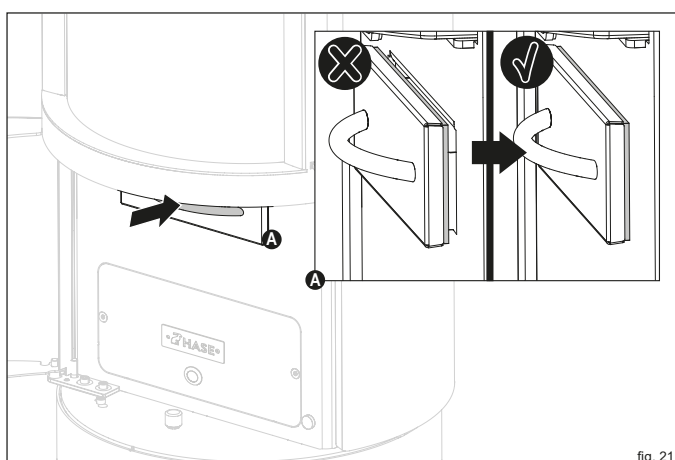

fig. 21
Durante l'inserimento assicurarsi che il cassetto di raccolta della cenere collida con la guarnizione (fig. 21). Si eviterà in tal modo di interferire con il processo di combustione a causa di un'alimentazione scorretta dell'aria. Per rimuovere il cassetto di raccolta della cenere procedere come segue:
- ✓ Spingere il cassetto di raccolta della cenere di nuovo nell'apertura in modo tale che esso collida con la guarnizione (fig. 21).
- Spingere il cassetto di raccolta della cenere di nuovo nell'apertura (fig. 21).